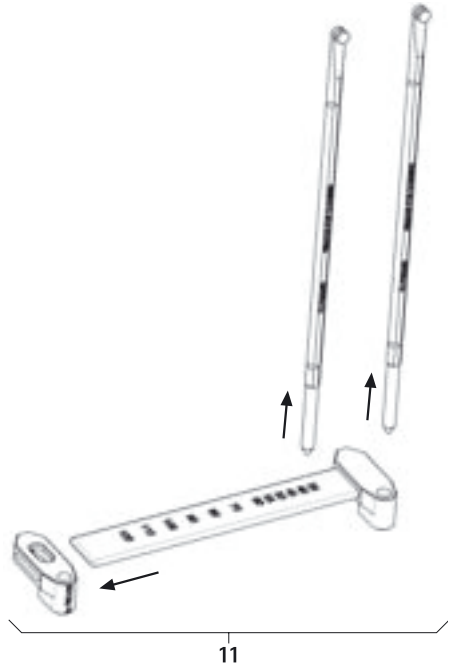

Fig. 7
- Démontage de l'instrument de mesure de longueur de tige 11, voir Fig. 7.